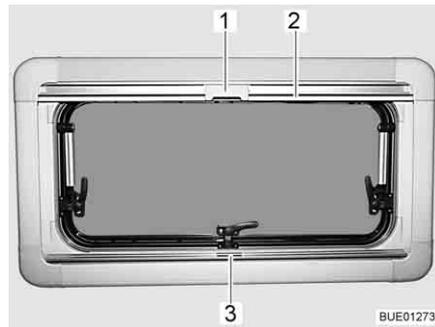

Bild 62 Ausstellfenster
- faltverdunklung in der mitte der Griffleiste (Bild 62,3) fassen, von unten nach oben ziehen und auf der gewünschten höhe loslassen. Die faltverdunklung bleibt in dieser höhe stehen.
- Insektenschutzrollo an der Griffleiste (Bild 62,2) nach unten ziehen, bis es an der Griffleiste der faltverdunklung (Bild 62,3) anstößt.
- Raste (Bild 62,1) am Insektenschutzrollo mit der Griffleiste der faltverdunklung verriegeln.
- Raste (Bild 62,1) am Insektenschutzrollo oben nach hinten drücken.
- Insektenschutzrollo an der Griffleiste (Bild 62,2) langsam zurückführen.